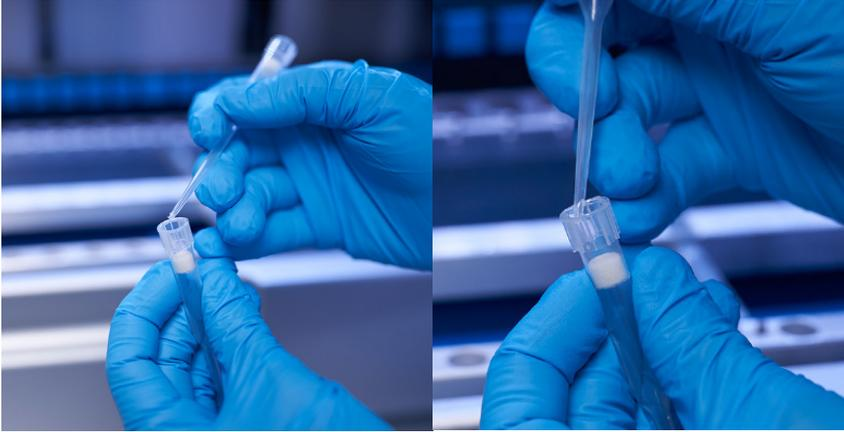

Figure 131. Préparation des pointes à filtre pour l'application de graisse.
6. Appliquez une petite quantité de graisse de silicone (Annexe B – Accessoires de l'instrument EZ2 Connect) sur la paroi intérieure de l'extrémité large d'une pointe à filtre neuve en utilisant l'extrémité fine d'une deuxième pointe neuve (illustré dans la figure 131).